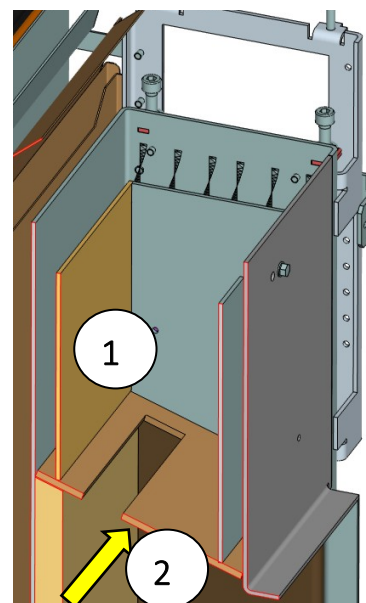

Abb. 57: Ascheraum oben
- Den Raum oberhalb der Umlenkplatte von Flugasche säubern (Abb. 57 Pos.1). Hier lagern sich große Mengen an Flugasche ab. Die Umlenkplatte (Abb. 57 Pos.2) bei Bedarf (starker Verzug / Beschädigungen / Verschleiß) ersetzen.